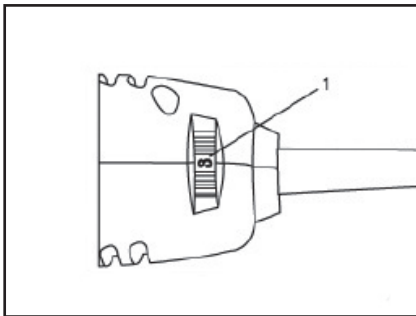

rys. 5
- ☼ Aby narzędzie włączyć należy przesunąć wyłącznik (1) w kierunku do przodu narzędzia (rys. 5).
- ☼ Aby narzędzie wyłączyć należy przesunąć wyłącznik w kierunku do tyłu narzędzia (rys. 5).
3. Ustawić narzędzie z tarczą (3) w taki sposób, aby dotykało lekko powierzchni płytki i aby zęby tnące NIE DOTYKAŁY powierzchni ciętej.
4. Ustawić najwyższe obroty i włączyć narzędzie (rys. 5 i 6)
- Umieścić tarczę tnącą (2) bezpośrednio przy podłodze na środku jednej z linii cięcia.
- Ustawić średnie obroty i włączyć narzędzie (rys. 5 i 6).
3. Umieścić krawędź tnącą tarczy (2) bezpośrednio przy ścianie na środku jednej z linii cięcia.
4. Przełączyć wyłącznik w pozycję WŁĄCZONE w sposób pokazany na rys. 5.
2. Ustawić regulator obrotów na 4 i przełączyć wyłącznik w pozycję WŁĄCZONE w sposób pokazany na rys. 5 i 6.